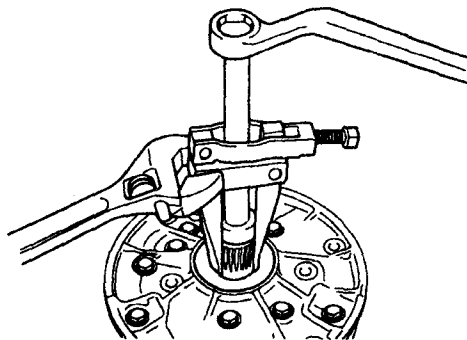

图 1-25 拉具的使用
(7) 拉具的正确使用。拉具主要用来拆卸齿轮和轴承，拉具的螺纹产生所需的极大拉力。拉具的种类很多，如齿轮拉具、皮带轮座拉具、轴承拉具、方向盘拉具、转向臂拉具等，如图 1-25 所示。